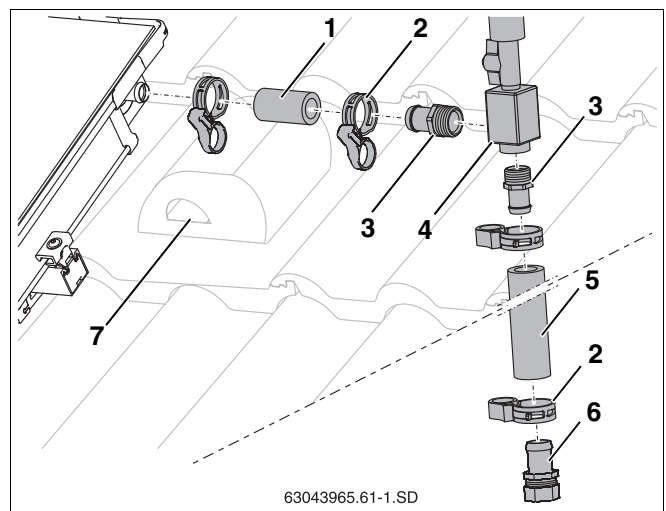

Рис. 55 Подключение воздушного клапана на крыше
- ▶ Наденьте короткий шланг (55 мм, рис. 55, поз. 1) на штуцер подключения подающей линии коллектора и зажмите пружинным хомутом.
- ▶ Заверните наконечники R $\frac{3}{4}$ с кольцом (рис. 55, поз. 3) в воздухохоборник (рис. 55, поз. 4).
- ▶ До упора вставьте наконечники (рис. 55, поз. 3) в шланги (рис. 55, поз. 1 и 5) и зажмите пружинными хомутами (рис. 55, поз. 2).
- ▶ Вставьте наконечник с зажимным кольцом (рис. 55, поз. 6) в шланг солнечного коллектора до упора и зажмите пружинным хомутом.
- ▶ Проведите шланг солнечного коллектора вместе с проводом датчика через черепицу с вентиляционным отверстием (рис. 55, поз. 7) и изоляцию кровли.
- ▶ Подсоедините сборную линию к наконечнику шланга с зажимным кольцом (18 мм) (рис. 55, поз. 6).